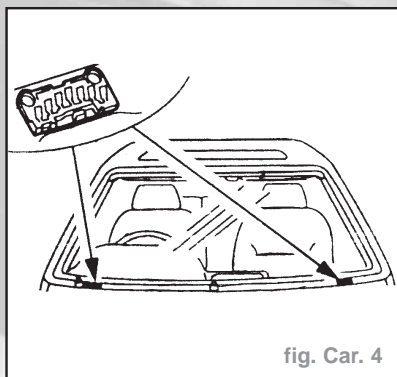

fig. Car. 4
- Mettre en place des cales de positionnement neuves (auto-adhésives) (fig. Car. 4).